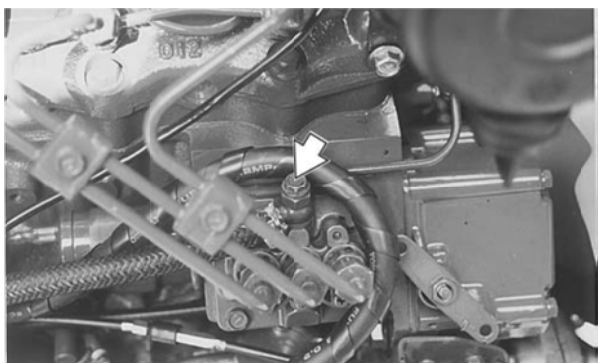

Рис. 53 (стравливающий винт)
3. Откройте стравливающий винт (см. рис. 53) и дайте пузырькам воздуха выйти из фильтра, закройте винт.